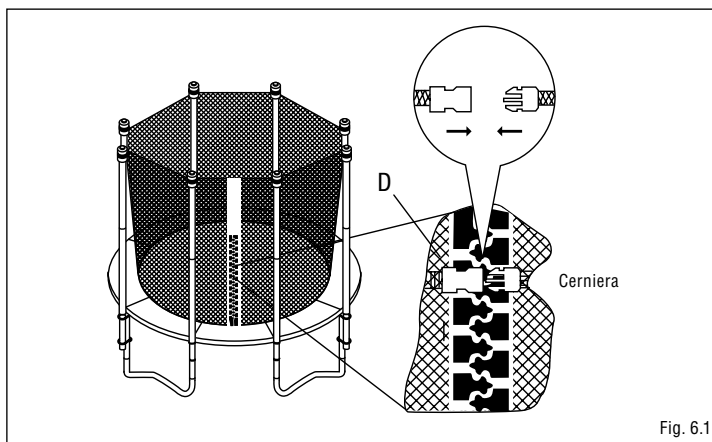

Fig. 6.1
Tirare la zip della recinzione di sicurezza (D) sul cancello che dovrebbe essere collocata tra le due gambe di appoggio del trampolino elastico, poi chiudere le due fibbie. (Fig. 6.1) (il fondo della fibbia non viene mostrata nella figura).